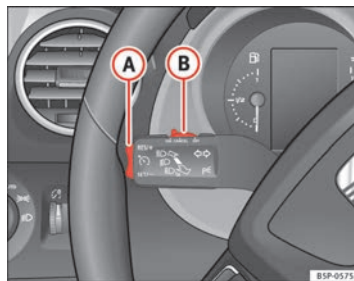

Abb. 150 Blinker- und Fernhebel: Schalter und Wippe für die Geschwindigkeitsregelanlage
- Schieben Sie den Schalter ⇒ **Abb. 150** (A) nach links auf **ON**.